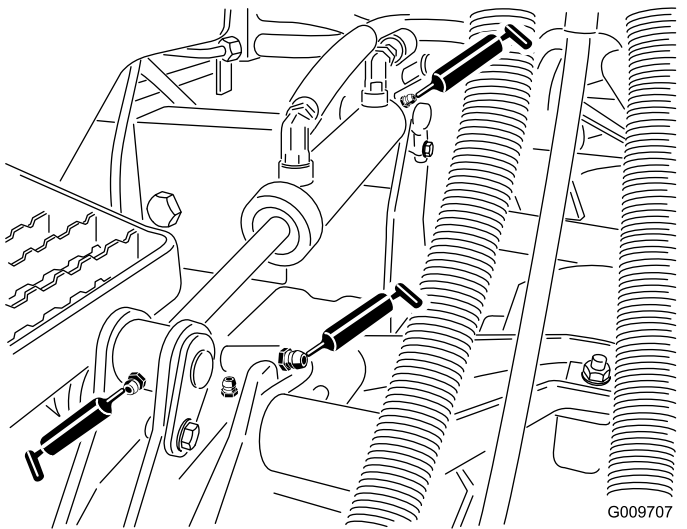

Figure 23
- Bagues de bras de relevage (1 par plateau) (Figure 23).
- Bagues de vérin de relevage (2 par plateau) (Figure 23).